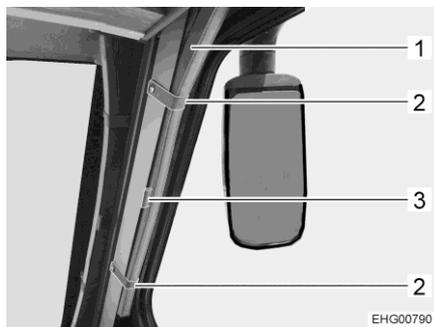

Fig. 40 Tendina oscurante pieghevole (finestrino laterale)
Apertura e chiusura: ■ Tenere la tendina oscurante pieghevole (Fig. 40,1) per la linguetta (Fig. 40,3) e spingere verso sinistra o verso destra.
■ Fissare le 2 linguette (Fig. 40,2) con i rispettivi bottoni a pressione.